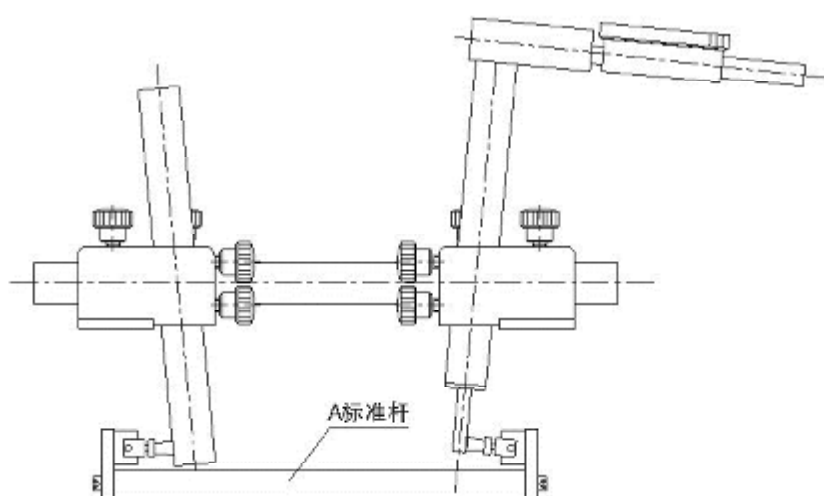

图 8
5. 松开导轨块1上方的锁紧螺钉10，将A标准杆置于两测量头7之间，滑动导轨块1，使两测量头7的工作面和A标准杆的端面紧密贴合，同时使指示表5的测杆有适当的压缩量，锁紧锁紧螺钉。转动表圈使刻度盘零线和指针重合，锁紧表圈。取下A标准杆放回包装盒。如图8所示。